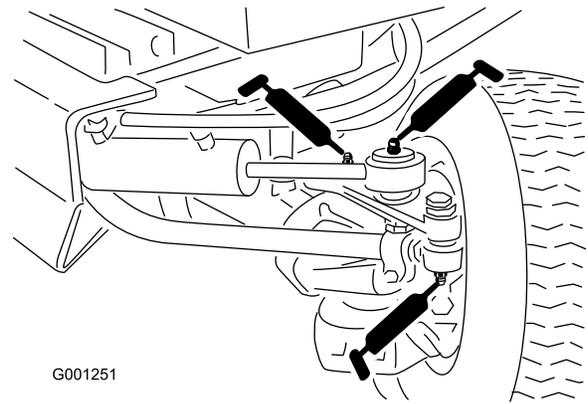

Figura 45
- Estremità dei tiranti (2) (Figura 45)
- Estremità dell'asta del cilindro (2) (Figura 45)
- perni sterzanti (2) (Figura 45)
- Perno girevole dell'assale (Figura 45)